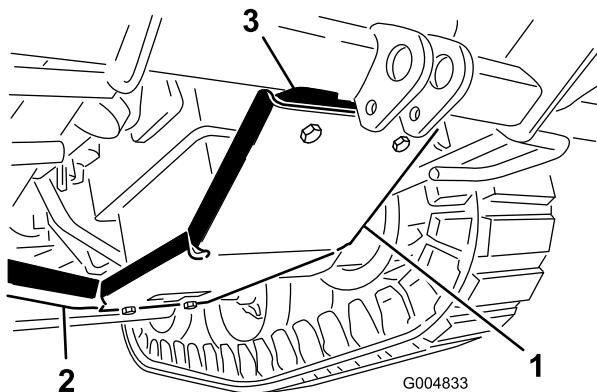

Bild 30
2. Montieren Sie den Unterfahrschutz (Bild 30) wie folgt am Rahmen unter dem Motor:
- A. Befestigen Sie die Vorderseite des Unterfahrschutzes mit zwei Bundkopfschrauben (3/8" x 1-3/4") und Bundmuttern (3/8") an der Befestigungsplatte des Unterfahrschutzes (Bild 30).
- B. Befestigen Sie die Rückseite des Unterfahrschutzes mit zwei Schrauben (3/8" x 1") und Bundmuttern (3/8") an der Querstrebe des Rahmens (Bild 30). Setzen Sie die hinteren Schrauben von oben ein.